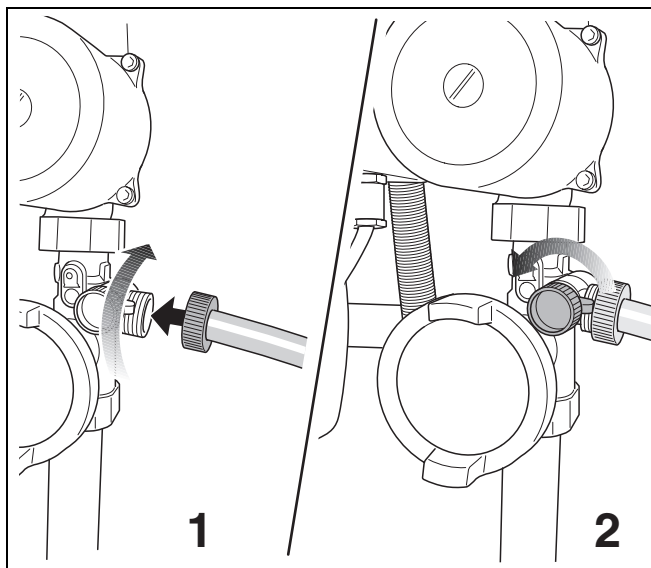

Fig. 11 Raccorder le tuyau / ouvrir le robinet de remplissage et de vidange
- Raccorder le tuyau au robinet de remplissage et de vidange (fig. 11, **pos. 1**).
- Ouvrir le robinet de remplissage et de vidange (fig. 11, **pos. 2**).